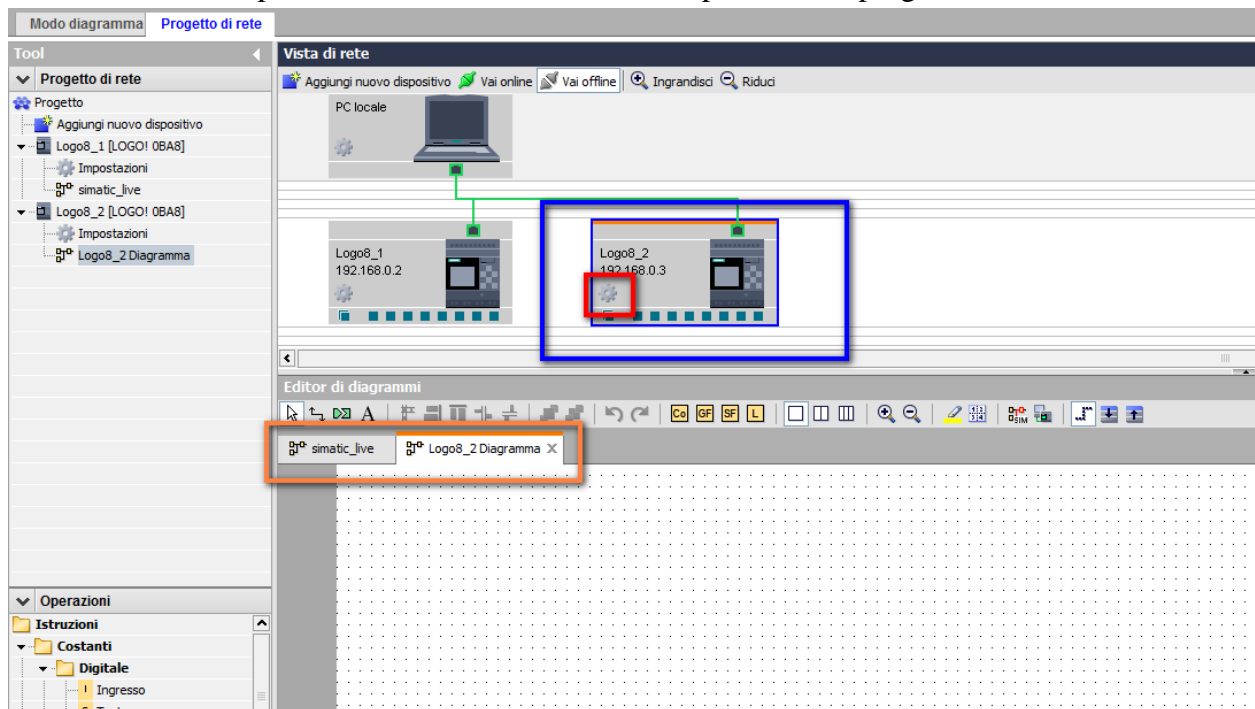
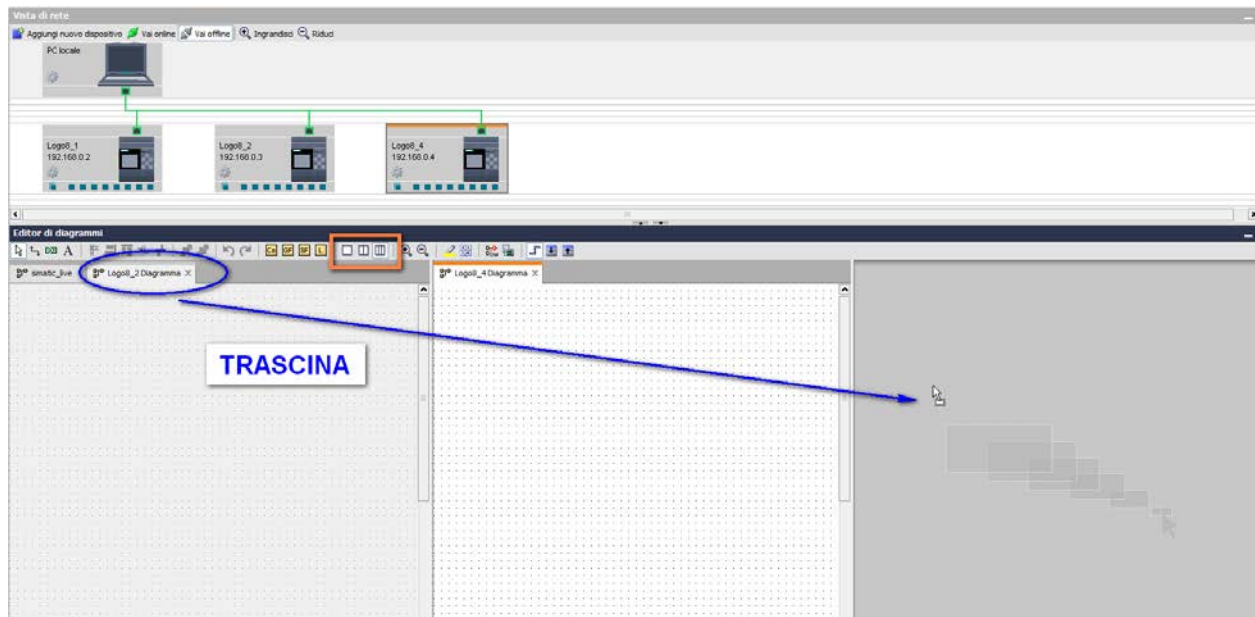

Figura 38
Figura 39
- *Vista contemporanea programmi*: quando si aggiunge un nuovo dispositivo, Logo! Soft Comfort V8 aggiorna il progetto di rete (Figura 38), viene visualizzato sia il nuovo dispositivo (riquadro blu in Figura 38) che l'area di programmazione (riquadro arancio Figura 38), ovviamente solo nel caso si trattasse di un LOGO! 8. È possibile visualizzare contemporaneamente fino a tre aree di programmazione come mostra la Figura 39: cliccare uno dei tasti nel riquadro arancione di Figura 39 per visualizzare uno, due o tre aree di programmazione contemporaneamente.
- *Impostazioni*: sempre con riferimento alla **Figura 38**, con il tasto nel riquadro rosso è possibile accedere alle impostazioni del singolo dispositivo presente nel progetto di rete